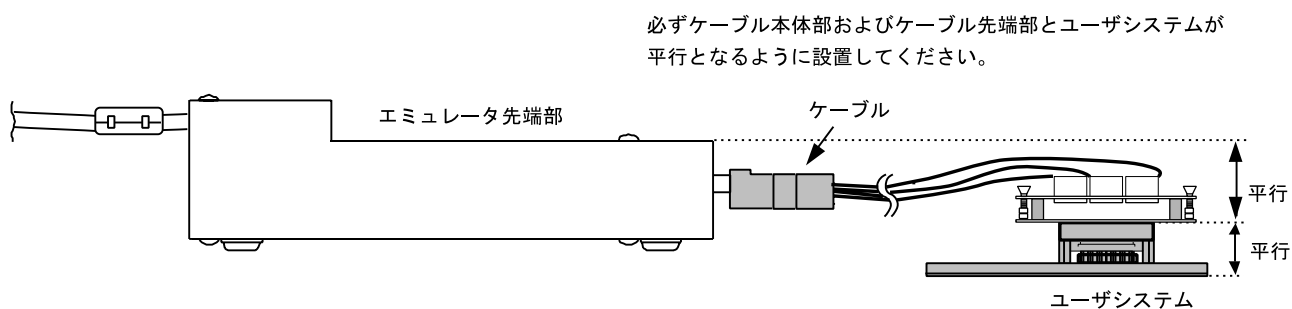

図10 設置例
- (1) ユーザシステムへの接続時には1ピン位置に十分注意して、誤接続は絶対にしないでください。
- (2) 本ユーザシステムインタフェースケーブルは、HS1527KEPH60H エミュレータ専用ですので、他のエミュレータ本体には使用しないでください。
- (3) ケーブル本体部が断線する可能性がありますので、本ユーザシステムインタフェースケーブルの上に重いものや金属等の角の尖ったものを置かないでください。
- (4) ユーザシステムに接続した状態では、ユーザシステムインタフェースケーブル、特にケーブル先端部に無理な力が加わらないように注意する必要があります。図10の設置例を参照してご使用ください。